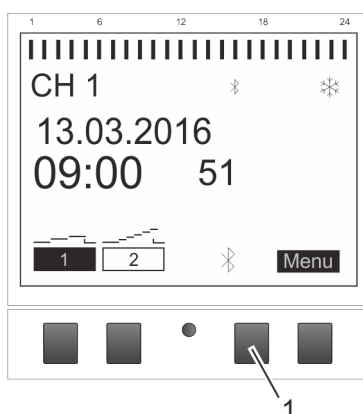

Bild 7: Skapa Bluetooth-anslutning på kopplingsuret
1. Tryck på Bluetooth-knappen (Bild 7/1) på kopplingsuret.